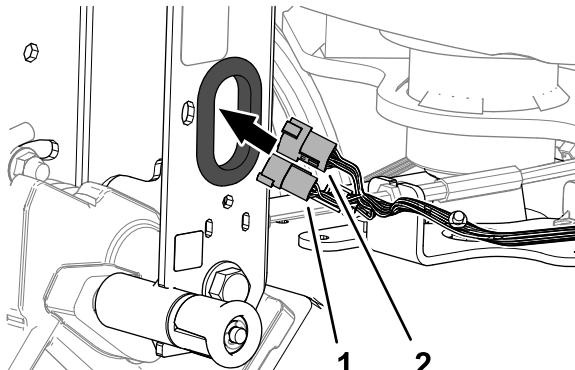

Figura 8
1. Enrute el conector de 6 pinos y el conector de 12 pinos del arnés de cables de la máquina a través del pasacables en el canal del manillar (Figura 8).